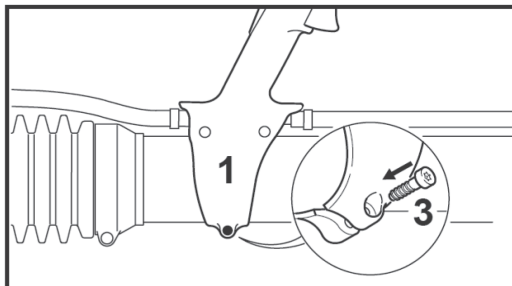

Рис. 12
• Закрепите ручку управления (1) винтом (3) (рис. 12).